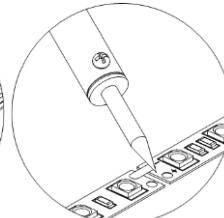

Рисунок 2.
5.4. Если необходимо соединить два отрезка ленты, следует совместить их и припаять перемычками соответствующие контактные площадки (необходимо соблюдать полярность «+» и «-» или цветовые маркировки площадок) (см. Рисунок 2). При этом запрещается перегревать саму ленту и светодиоды (пайка паяльником при температуре не более 260°C, время пайки не должно превышать 10 секунд).